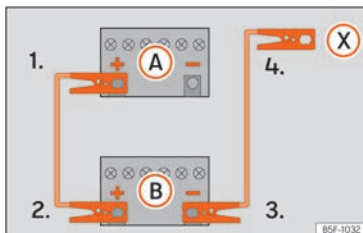

Fig. 77 Esquema de conexión para vehículos sin sistema Start-Stop.
hículo con la batería descargada (A) » » » fig. 77.
3. Emborne el otro extremo del cable rojo de emergencia al polo positivo (+) del vehículo que suministra la corriente (B).
- 4a. En los vehículos sin sistema Start-Stop: emborne un extremo del cable negro de emergencia al polo negativo (-) del vehículo que suministra la corriente (B) » » » fig. 77.